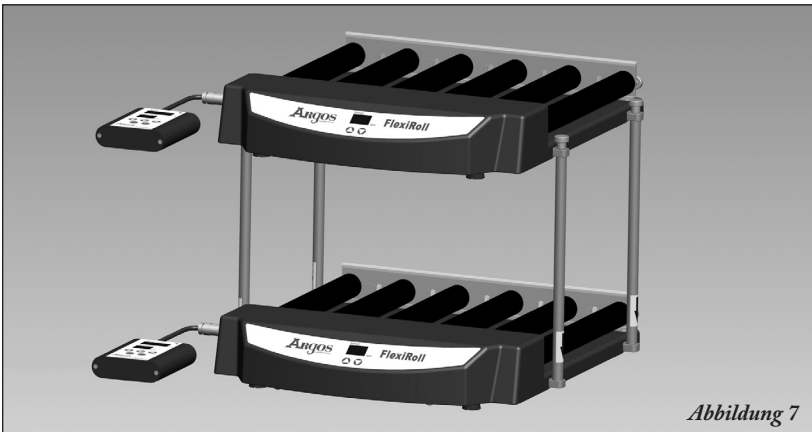

Abbildung 7
7. Ziehen Sie die Kappe oben auf den Stapelstangen fest (Abb. 7).
Die FlexiRoll sollte nun wie die Einheit in Abb. 7 aussehen.